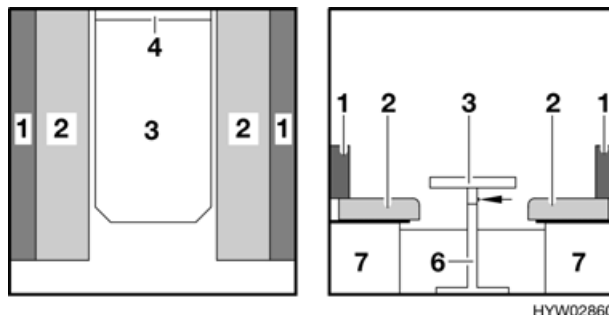

Bild 46 Vor dem Umbau
- Die Sitzpolster (Bild 46,2) aufrecht stellen.
- Tischplatte (Bild 46,3) vorne leicht anheben.
- Tischfuß (Bild 46,6) aus Arretierung lösen und nach oben an die Tischunterseite klappen.